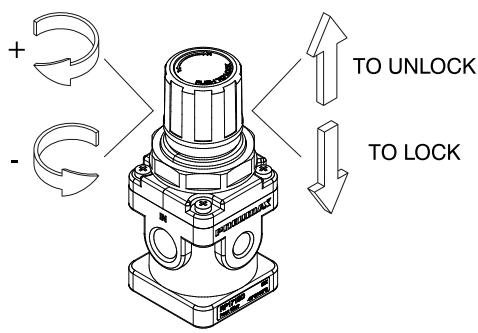

Fig. 2
- Per regolare la pressione in uscita, alzare la manopola, ruotarla in senso orario (verso il '+') per impostare la pressione al valore desiderato. La regolazione della pressione va sempre eseguita in mandata, ovvero in modo crescente, per evitare errori dovuti all'isteresi. È possibile bloccare la manopola in posizione, premendola verso il basso (Figura 2). / To regulate the outlet pressure, lift the adjusting knob and rotate clockwise (towards "+") until the desired pressure value is reached. Adjustment should always be made by raising the pressure, this avoids errors produced by hysteresis in the product. The adjusting knob can be locked by pressing it downwards (Fig. 2).